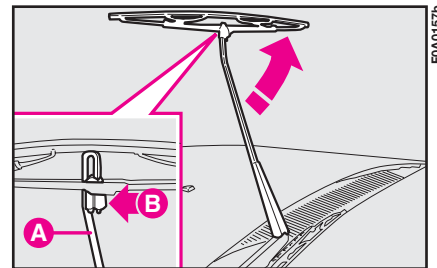

fig. 23
1) Sollevare il braccio **A**-fig. 23 del tergicristallo e posizionare la spazzola in modo che formi un angolo di 90° con il braccio stesso.